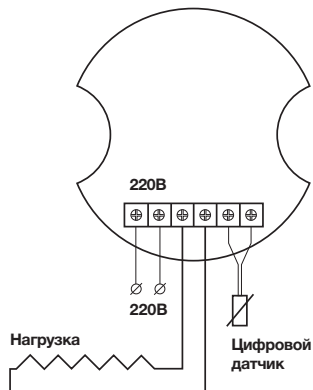

Рис.1
3. Подключить силовой кабель, нагревательный кабель (нагрузку) и датчик температуры, как указано на **Рис. 1**.
- Подсоединить датчик температуры к клеммам **5 и 6 (Рис.1)**.
- Подсоединить нагревательный кабель (нагрузку) к клеммам **3 и 4 (Рис.1)**, при необходимости, через внешнее реле.
- Подсоединить провода питания **220В** к клеммам **1 и 2 (Рис.1)**.
При неправильном подключении датчика температуры или его неисправности - мигает красный светодиод. Необходимо проверить правильность подключения, согласно схемы **Рис.1**.
! При неправильном подключении датчика температуры или его неисправности - мигает зеленый светодиод. Необходимо проверить правильность подключения, согласно схемы **Рис.1**.